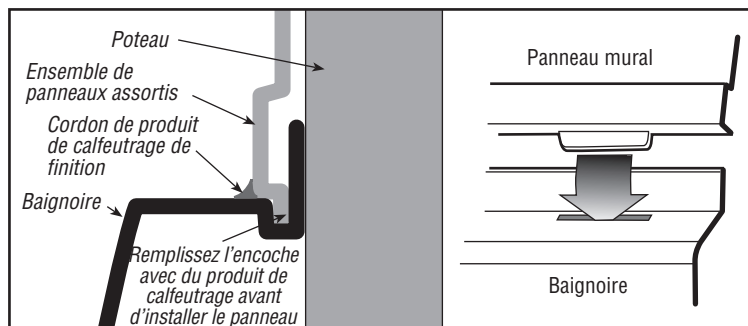

Figure 1
- 1** Le bas du panneau arrière possède 5 languettes qui entreront à l'intérieur des 5 encoches sur le rebord arrière de la baignoire Eleganza correspondante (Figure 1). Chaque bout de mur possède deux languettes. Si vous n'utilisez pas notre marque de baignoire, les languettes doivent être coupées avec une scie ou un couteau tout usage. **N'ESSEYER PAS** de les casser!